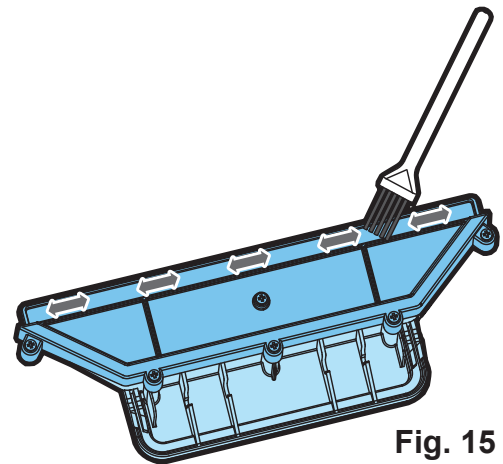

Fig. 15
11. Rengjør overflaten på avløpet til bunnen med børsten og rengjør grundig med vann. (Se fig. 15 og 16)